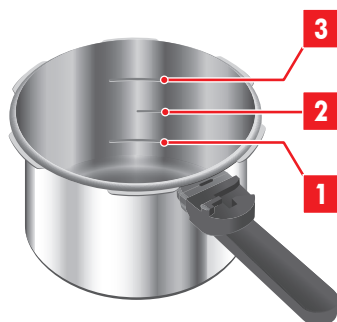

Fig. 9: Rispettare i limiti di riempimento
3. Riempire la pentola per almeno 1/3 di acqua (v. fig. 9/1). A seconda della ricetta, è possibile utilizzare come liquido di cottura anche il brodo.
5. Introdurre il cibo da cuocere nella pentola. Fare attenzione che il contenuto della pentola non superi i 2/3 della sua capacità complessiva (vedi fig. 9/3).
- Utilizzando alimenti che producono schiuma o che si dilatano molto, come per es. riso, verdure secche o legumi, la pentola può essere riempita soltanto fino a metà (vedi fig. 9/2).